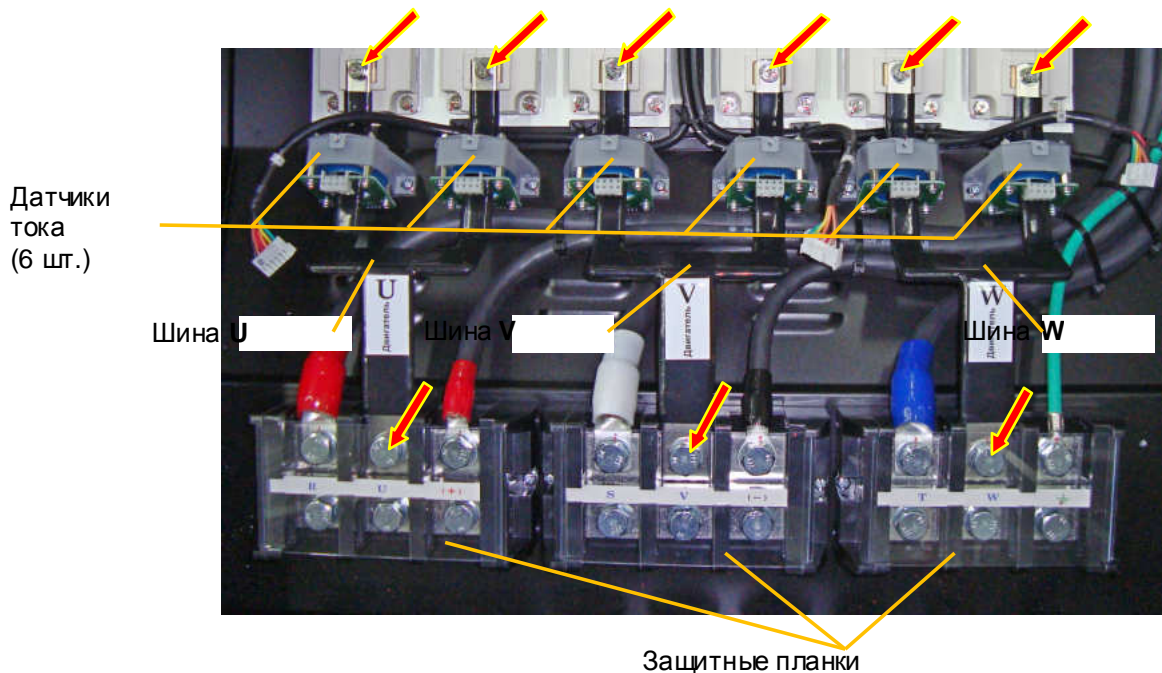

Рис. 7.26.
7.13.7. Установить защитные планки силовых клеммных колодок (рис. 7.26).